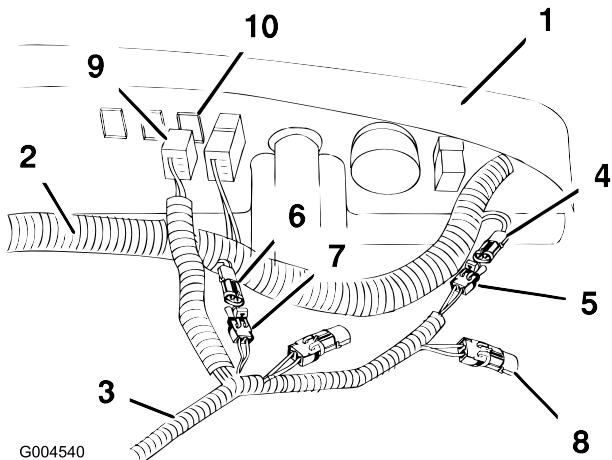

Bild 8
Kappe ab. Schließen Sie den Zubehör-Kabelbaum an diesen Anschluss an, wie in Bild 8 dargestellt.
7. Bringen Sie den Schalterstecker hinter dem Stecker im Armaturenbrett in Position, siehe Bild 8.